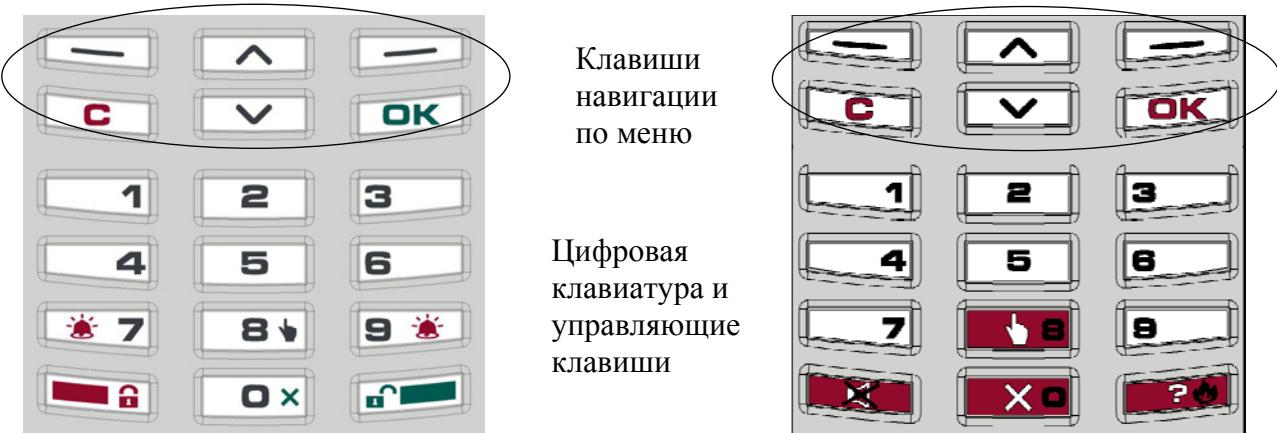

Рисунок 2
2.8.1.5 Пульты имеют клавиатуру управления (рисунок 2) в нижней части которой расположены клавиши с цифрами "1"- "9", "0", а также клавиши с символами "" (взять), "" (снять), "X" (сбросить) и др.